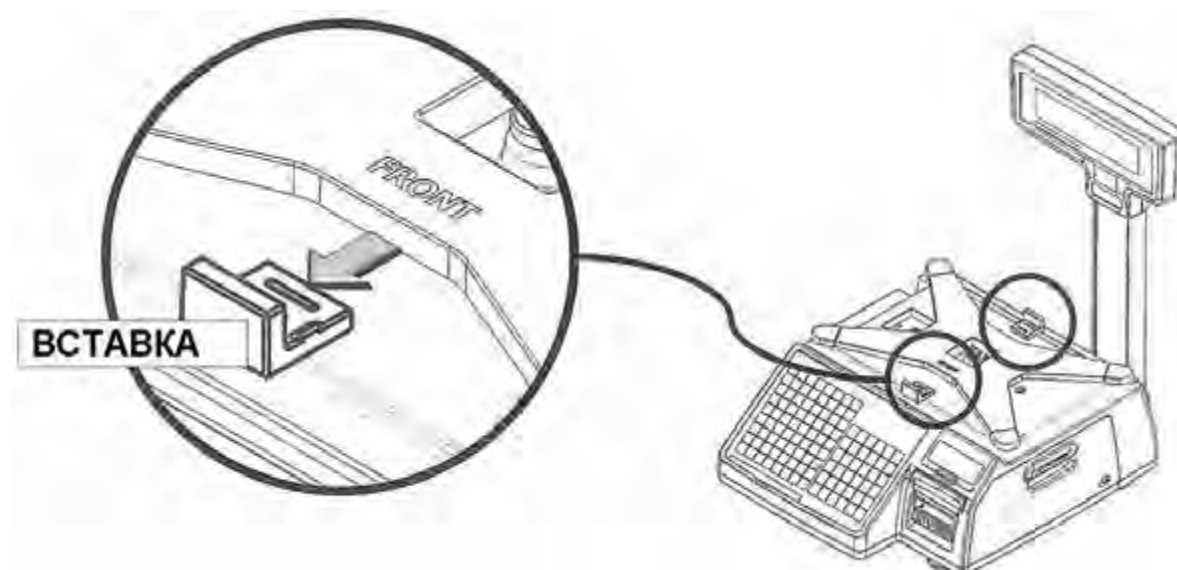

Рисунок 1.7 – Распорные вставки
- ☐ **Удалите две распорные резиновые вставки, расположенные между крестовиной и верхней частью корпуса весов (см. рисунок 1.7).**